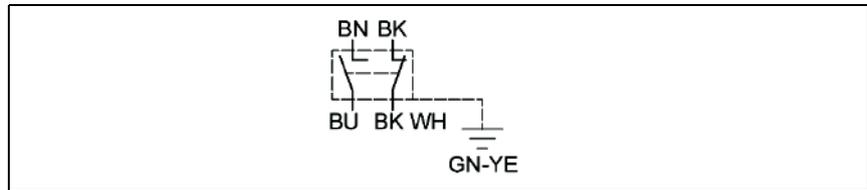

Fig. 15: Esquema de ligação elétrica para interruptor final
1. Remover o elemento de proteção (1) do interruptor final.
2. Remover o elemento de proteção (2) da ficha de ligação.
3. Inserir o interruptor de ligação (3) no interruptor final.
4. Rodar o parafuso (4) em 90° no sentido dos ponteiros do relógio.
5. Ligar as extremidades dos cabos (5) de acordo com o esquema ilustrado (ver Fig. 15).